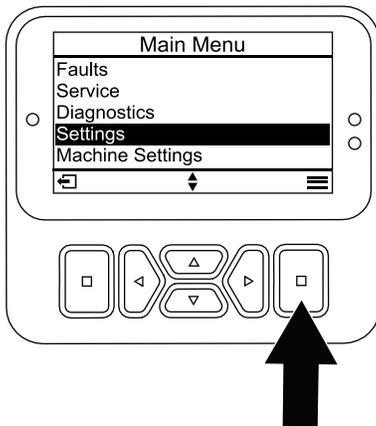

Figure 18
1. Depuis le MENU PRINCIPAL, naviguez jusqu'au menu RÉGLAGES et appuyez sur le bouton de sélection (Figure 18).